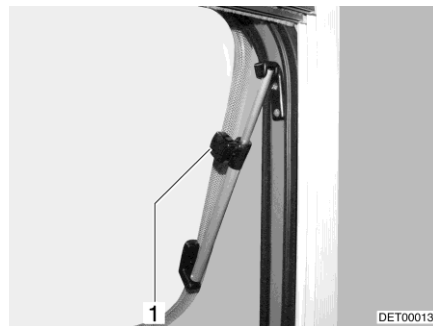

Bild 120 Dachhaube mit Dreh-Ausstellern, geöffnet
- Dachhaube bis zur gewünschten Stellung öffnen und mit Rändelknopf (Bild 120,1) feststellen.
- Rändelknopf (Bild 120,1) drehen, bis Arretierung freigegeben wird.